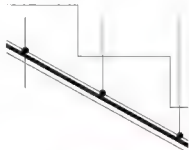

图 5.85 绘制板下部的分布筋
(9) 借助辅助线, 用【圆环】命令绘制板下部的分布筋, 结果如图 5.85 所示。